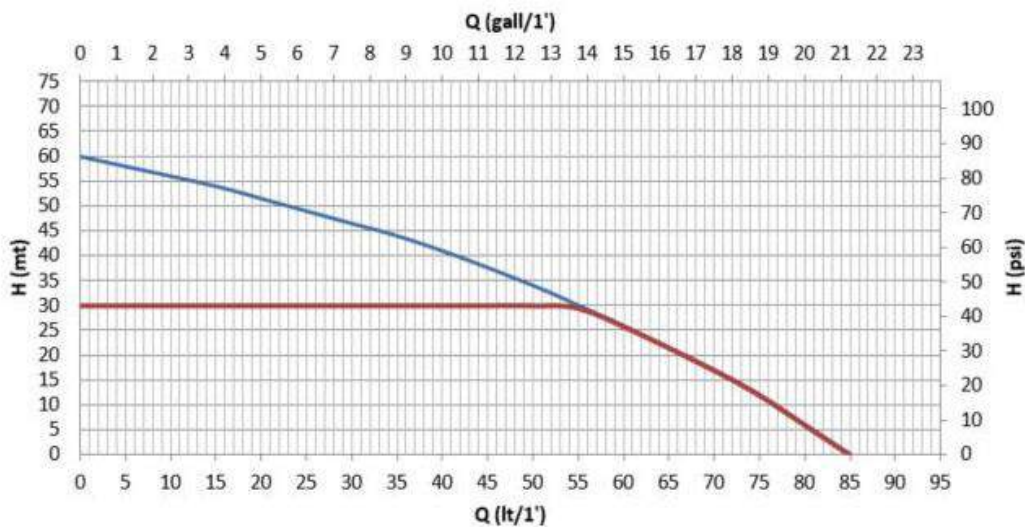

Fig. 2
Grafen i fig. 2 viser kurverne for hydraulikkapaciteten. Ved automatisk at modulere elektropumpens rotationshastighed gør inverteren det muligt for pumpen at flytte sit arbejds punkt på baggrund af behovene i en hvilken som helst del af området under kurven for konstant at opretholde den indstillede trykværdi (SP). Den røde kurve viser virkningen i systemet, når setpoint er indstillet til 3,0 bar (43.5 psi).